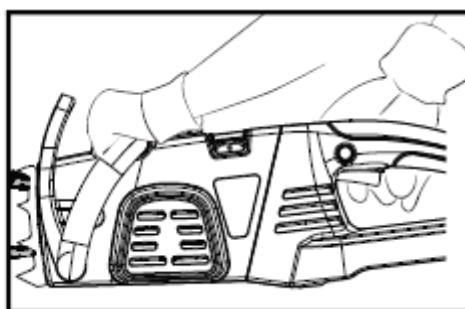

Fig. 6B
2. Saisir la scie des deux mains, la main gauche tenant la poignée avant (**ne pas tenir le frein de chaîne**) et la main droite tenant la poignée arrière. Les pouces et les doigts doivent entourer les deux poignées (Fig. 6B).